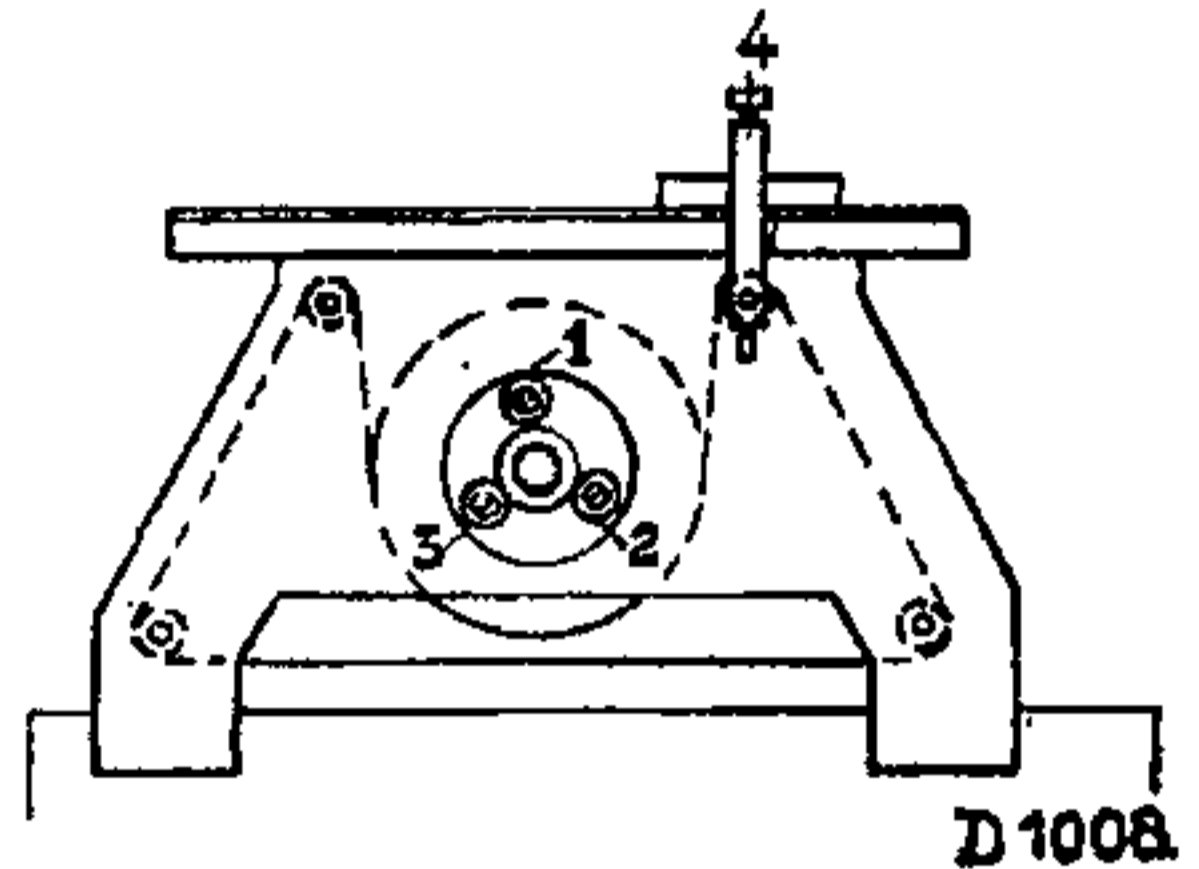

Fig. 6
2. Stelschroefjes van de bevestiging van de schijf op de condensatoras (fig. 6) losdraaien. Schaalknop verdraaien, totdat de afleesnaald
4. Afstemmen op 350 m., de afleesnaald met schroef 4 (fig. 6) nauwkeurig op 350 m. instellen. Vervolgens opnieuw controleren op 214 m. en 570 m.